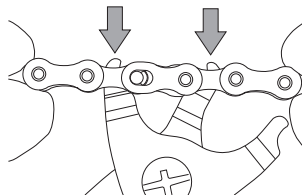

図10
- リンク取外し工具を、C-リンク™ 両隣のインナー・リンクに差し込みます (図10)。